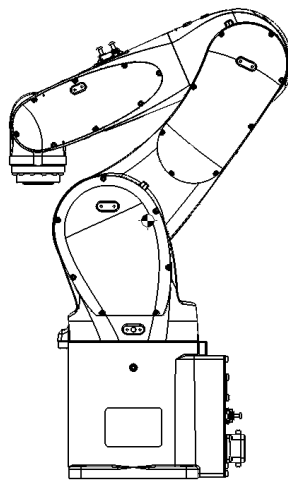

图 3.1.1
- (1) 必须把机器人调整到搬运姿态（参考图3.1.1）。
- (2) 锁紧机器人腰部的叉运治具的吊耳孔。
- (3) 用满足机器人搬运要求的吊带，穿过吊耳孔。
- (4) 在吊带与机器人本体有接触的地方，垫上缓冲材料。
- (5) 搬运时，必须缓慢平稳，防止机器人在搬运过程中晃动。